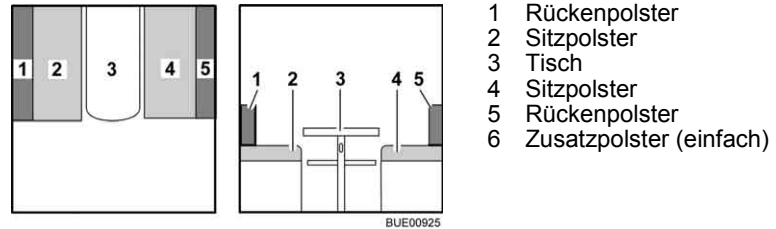

Bild 95 Vor dem Umbau
- Tisch (Bild 95,3) zum Bettunterbau umbauen (siehe Abschnitt 6.12).